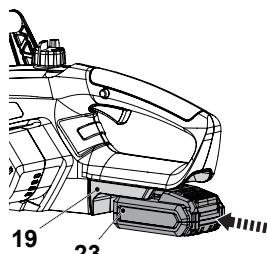

Fig. 13
- Alinhar o pacote de baterias (23) com as ranhuras deslizantes da porta de ancoragem da bateria (19) e fazer deslizar o pacote de baterias (23) para o fixar. Certifique-se de que encaixa com um clique (Fig. 13).